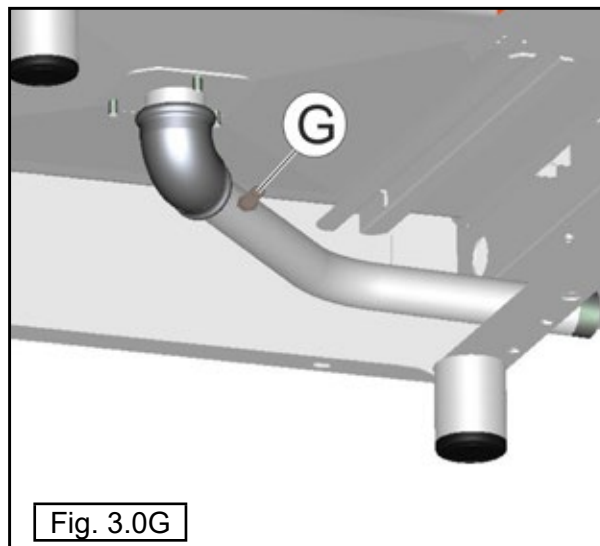

Fig. 3.0G
3.0G Sistema termostático para la condensación de los vapores: (Optional en los modelos convection + humidification) se compone de una electroválvula, accionada por un termóstato cuyo sensor está alojado en contacto con el desagüe. La electroválvula, por medio del inyector (G), introduce agua fría en el tubo de desagüe a fin de condensar el vapor cuando se alcanza una temperatura de 90°C. (Fig.3.0G)